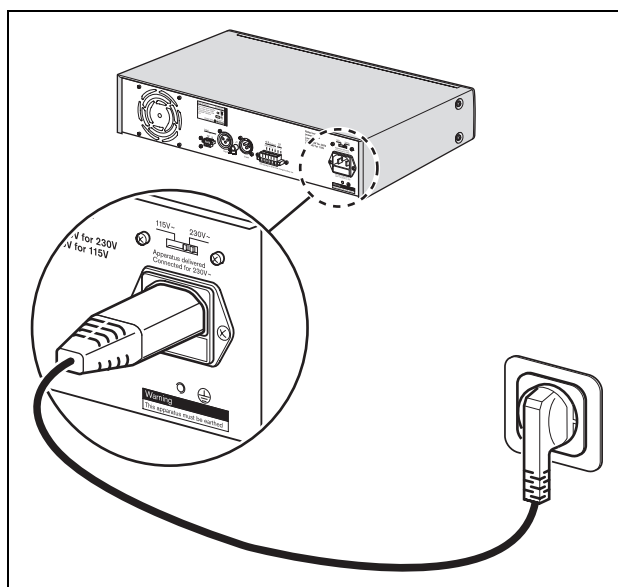

figura 3.2: Collegamento all'alimentazione e selettore di tensione
- 1 Verificare che il selettore di tensione (115V/230VCA) sia correttamente impostato per la tensione dell'alimentazione erogata nel paese di utilizzo del dispositivo (vedere la figura 3.2).